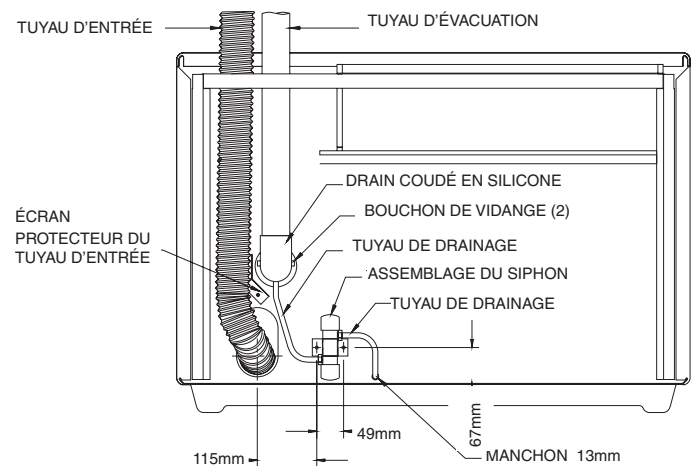

Figure 7
1. Pour une longueur de tuyau verticale dans une chambre chauffée (3m ou plus pour le DV-40E-(1,3) ou 1.8m ou plus pour le DV-20E-(1,3), vous devez acheter l'ensemble de drainage de condensation, pièce numéro DV-1108. Vous pouvez acheminer la condensation de l'ensemble de drainage de condensation vers un drain déjà existant ou dans le plateau de drainage de condensation situé dans l'appareil. Voir les Figure 7.